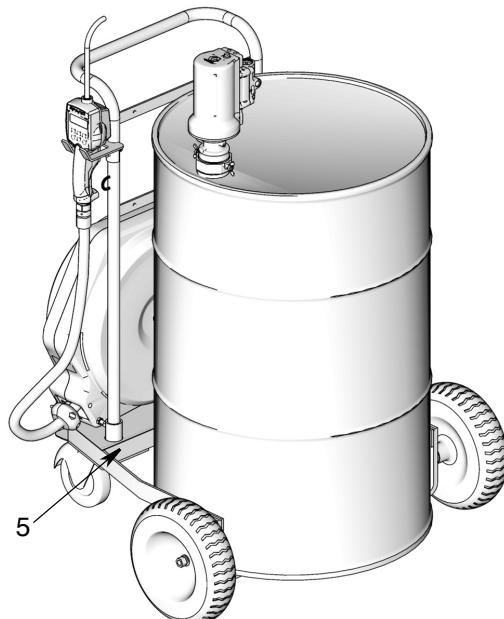

Рис. 33
- Установка бочки на основание тележки (5) (Рис. 33).